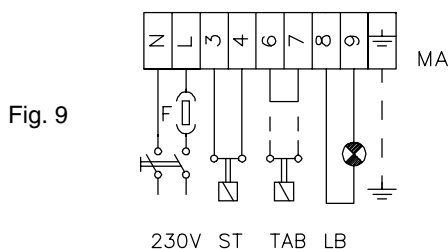

Fig. 9
- Efectuar las conexiones eléctricas al listón de bornes de la alimentación según el esquema de fig. 9 - 10, verificar el sentido de rotación del ventilador (ver nota al final de la página) y volver a colocar la tapa del cuadro.